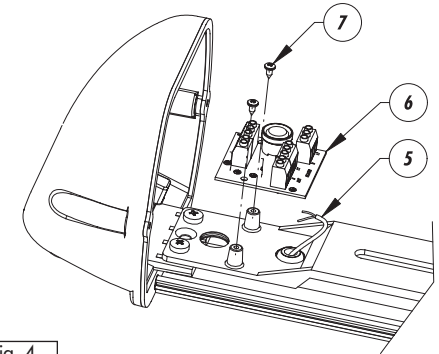

Fig. 4
- Far passare i cavi della resistenza sotto la slitta interna e poi farli passare attraverso l'apposito foro provvisto di gommino (Fig. 4, punto 5).
- Montare il circuito d'appoggio sulla slitta interna con le relative viti di fissaggio (Fig. 4, punto 6 e 7).
- Faire passer les câbles de la résistance sous la glissière interne puis à travers l'orifice prévu avec caoutchouc (Fig. 4, point 5).
- Monter le circuit de support sur la glissière interne au moyen des vis de fixation prévues (Fig. 4, points 6 et 7).
- Thread the resistance wires under the inner slide and through the hole with rubber pad (Fig. 4, point 5).
- Assemble the support circuit on the inner slide, using the screws (Fig. 4, points 6 and 7).
- Die Kabel des Widerstandes zunächst unter dem internen Schlitten und anschließend durch die vorhandene Gummioffnung führen (Fig. 4, Punkt 5).
- Die Trägerschaltung mit den zugehörigen Befestigungsschrauben auf dem internen Schlitten anbringen (Fig. 4, Punkt 6 und 7).